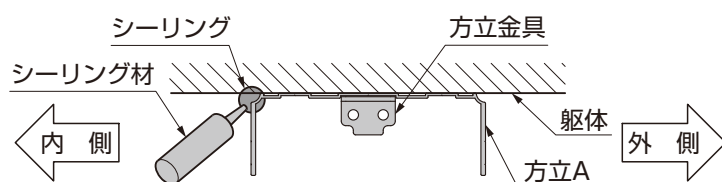
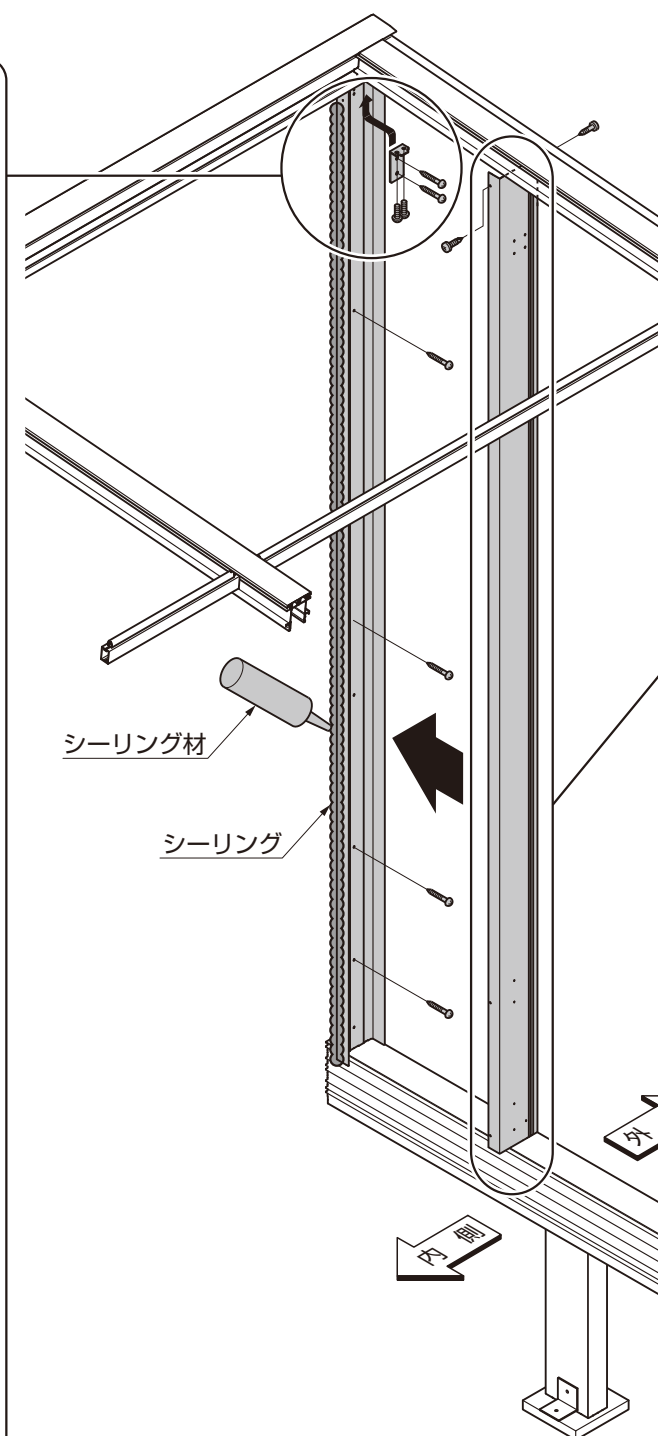

図11-5
図11-6
②方立金具を垂木掛けと躯体に【1-4】、【1-13】で取付けてください。
③方立Aを躯体に【1-4】で固定してください。
④方立Aの内側にシーリングをしてください。(図11-5、図11-6)